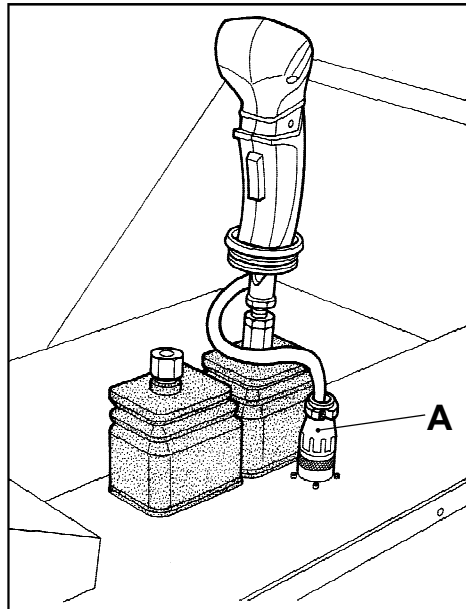
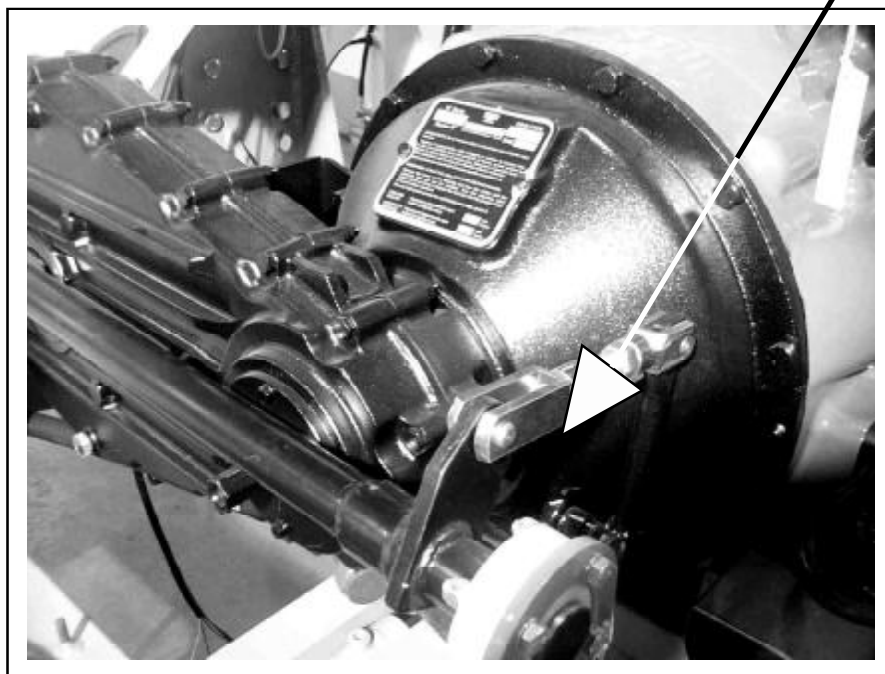
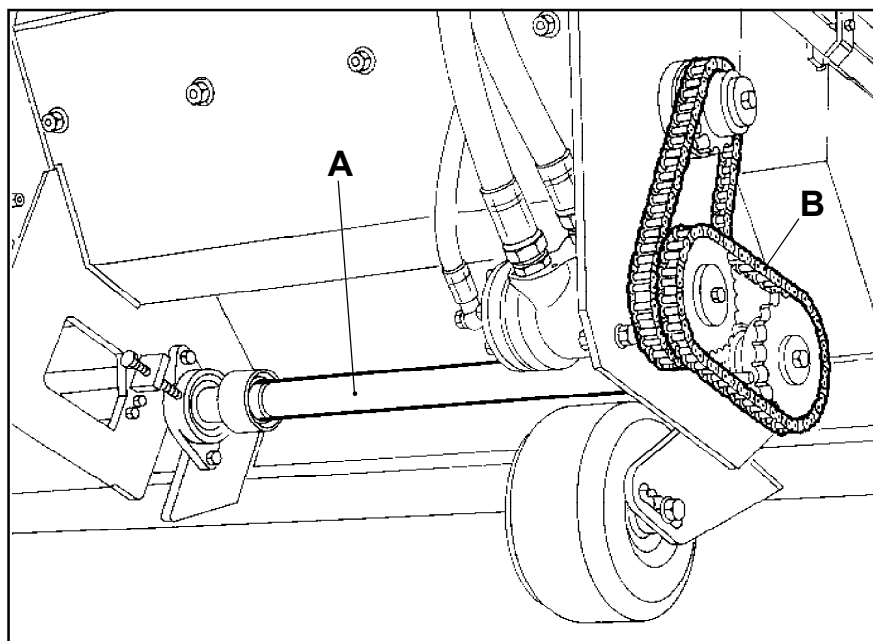
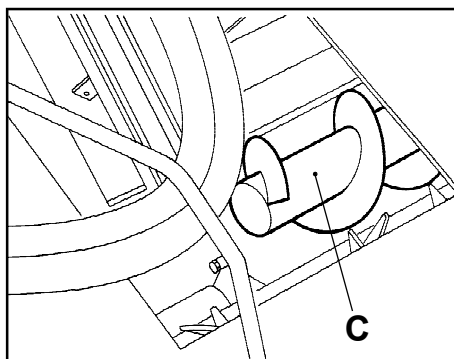

FIG. 38
FIG. 39
FIG.40
FIG. 41
<ul style="list-style-type: none"> • De freesarm en de laadband werken niet: 	<p>Controleer of de koppelingspook in de versnelling staat. Controleer de keuze van de draairichting op de multifunctionele hendel, door het branden van de lampjes te controleren (Onderdeel 1-2/3-4 pag. 212). Controleer de stop F9 (Fig. 7 pag. 218). Controleer de verbinding (A - Fig. 38) van de multifunctionele hendel. Controleer of de hendels en de vorken van het koppelingsmechanisme op hun plaats zitten (Fig. 39). Controleer de druk van de band (Fig. 27 pag. 49).</p>
<ul style="list-style-type: none"> • De machine laadt het materiaal niet: • de band blokkeert en de as (A) (Fig. 39) draait en laat de rol van de band slippen: • de band blokkeert en de as (A) (Fig. 39) draait niet: 	<p>Controleer eventuele verstopping aan de binnenkant van het kanaal. (Fig. 27 pag. 246)</p> <p>Controleer op eventuele aanwezigheid van een vreemd voorwerp tussen het binnenste deel van de band en de beschermingsbak. Controleer de integriteit van de band.</p> <p>Controleer op verstopping van de laadvijzel (C - Fig. 41). Controleer de transportkettingen (B - Fig. 40).</p>